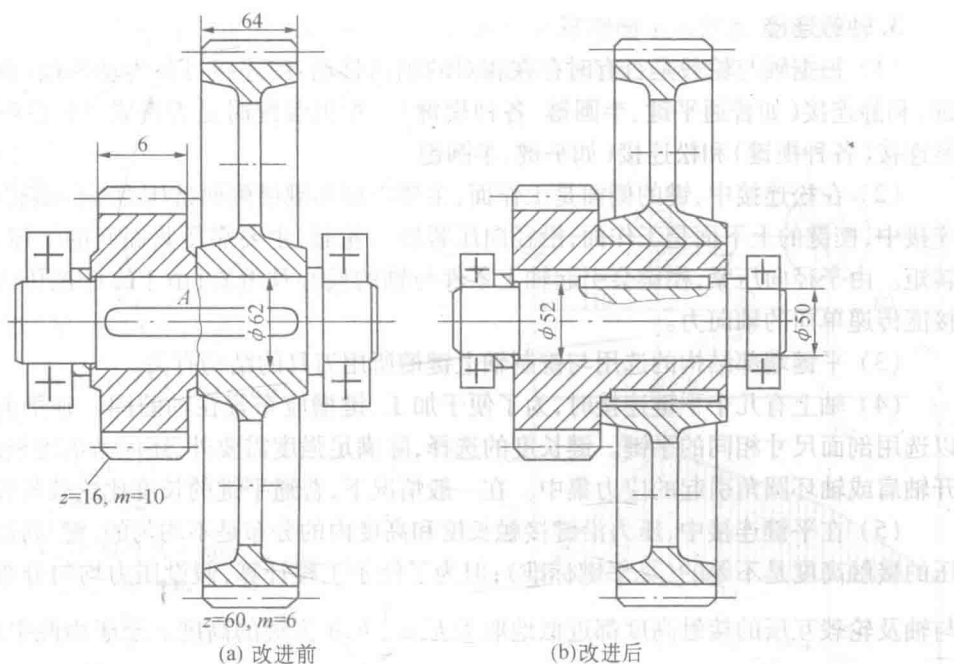

图 6.2 改进轴系结构,以提高强度
(3) 提高轴的强度和刚度的措施。
① 合理设计轴系结构,可以提高轴的强度或刚度。图 6.2 是一个减速器的轴,原设计采用铬镍合金钢,由于键槽和轮毂边缘在轴上的压力产生较大的应力集中,在弯、扭联合作用下,此轴常在剖面 A 处产生疲劳裂纹,裂纹扩展至一定程度,轴发生突然疲劳折断。图 6.2(b) 是改进后的结构,滚动轴承尺寸也相应减少,为此轴径可由 62 mm 减小到 52 mm,滚动轴承尺寸也相应减少。为保证寿命,用滚子轴承代替球轴承,轴的材料用优质碳素钢即可满足要求。